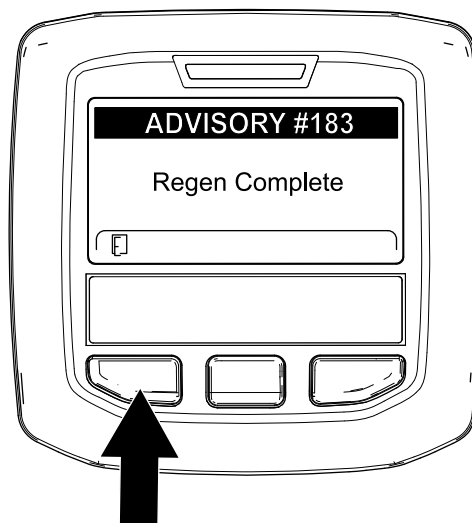

Figure 69
9. Quand le calculateur moteur achève une régénération en stationnement ou d'urgence, l'InfoCenter affiche ADVISORY #183 (avis n° 183) (Figure 69). Appuyez sur le bouton gauche pour quitter l'écran d'accueil.